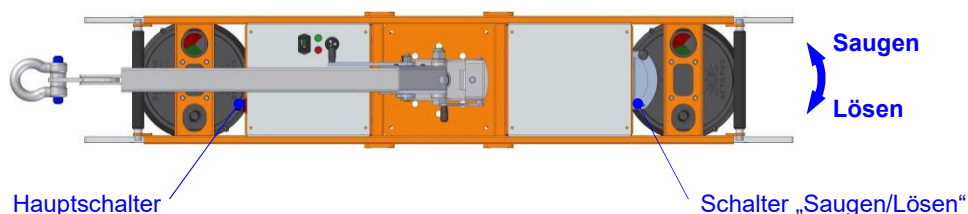

Abb. 7: Schalter „Saugen/Lösen“
Der OKTOPUS® GLASS-Jack GL-LN 600 wird über eine Vorortbedienung entsprechend Abb. 7 bedient.
- ⇒ Nun erfolgt das Ansaugen des Bauelements. Heben Sie hierfür den Schalter „Saugen/Lösen“ (s. Abb. 7) etwas an und schieben Sie ihn anschließend bis er einrastet in Richtung „Saugen“ (s. auch Abschnitt 3.5 „Inbetriebnahme“).